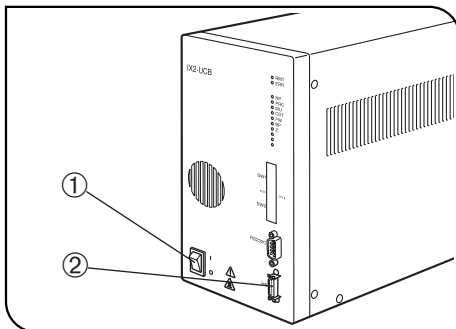

Fig. 4
▲ Kontrollera att huvudströmbrytaren ① på styrboxen är inställd på "O" (FRÅN) innan handkontrollens kabel ansluts (och övriga moduler) samt nätkabeln. (Fig. 4)
### 1 Anslutning av handkontrollkabeln (Fig. 4)